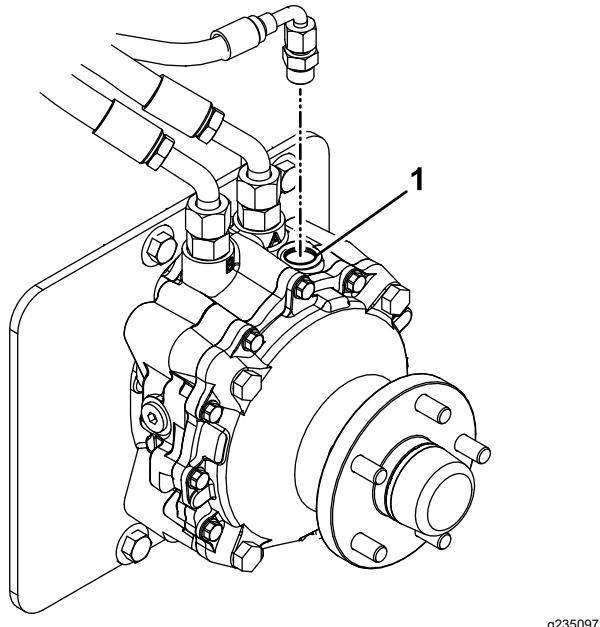

**Рисунок 68**
4. Помістіть великий зливний піддон під гідравлічний резервуар, корпус трансмісії і лівий та правий приводи коліс (Рисунок 68).
5. Вийміть зливні заглушки з кожної області, щоб зливалась гідравлічна рідина (Рисунок 68).
6. Очистіть область навколо фільтра гідравлічної рідини та вийміть фільтр (Рисунок 68).